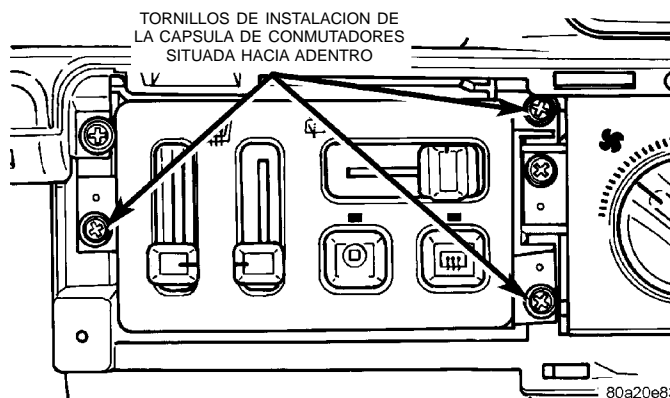

Fig. 1 Desmontaje/instalación de la cápsula de conmutadores situada hacia adentro
(1) Desconecte y aisle el cable negativo de la batería.
(2) Con una varilla tapizada u otra herramienta de hoja plana ancha, haga palanca suavemente alrededor de los bordes del marco de la cápsula de conmutadores situada hacia adentro y retire el marco.
(3) Retire los tres tornillos que sujetan la cápsula de conmutadores situada hacia adentro al tablero de instrumentos (Fig. 1).